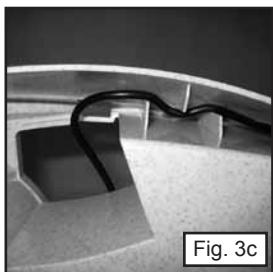
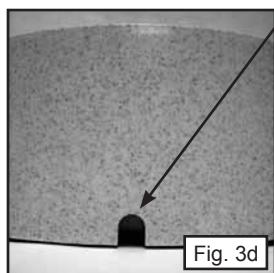

Fig. 3c
Fig. 3d
- 2) Før stikket igennem åbningen ved siden af pumpen. Under buen kan ledningen skydes ind i "kabelkanalen" (Fig. 3c), og herefter føres hele vejen ned langs drikkefontænens bagvæg til "indhakket". (Fig. 3d). Brug denne kanal til at holde ledningen ude af synet.